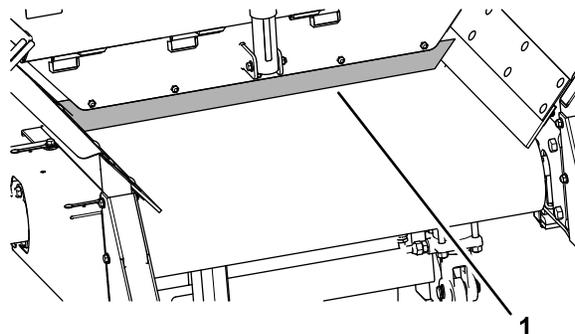

Рисунок 57
5. Снимите скребок ленты транспортера в сборе с задней части машины (**Рисунок 57**).